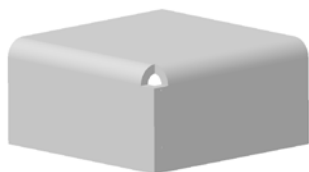

图 5.6.6 开放
- ☒ **开放**：选取该选项，创建封闭角时将两个弯边的折弯区域保持其原有状态不变，但平面区域将延伸至相交，如图 5.6.6 所示